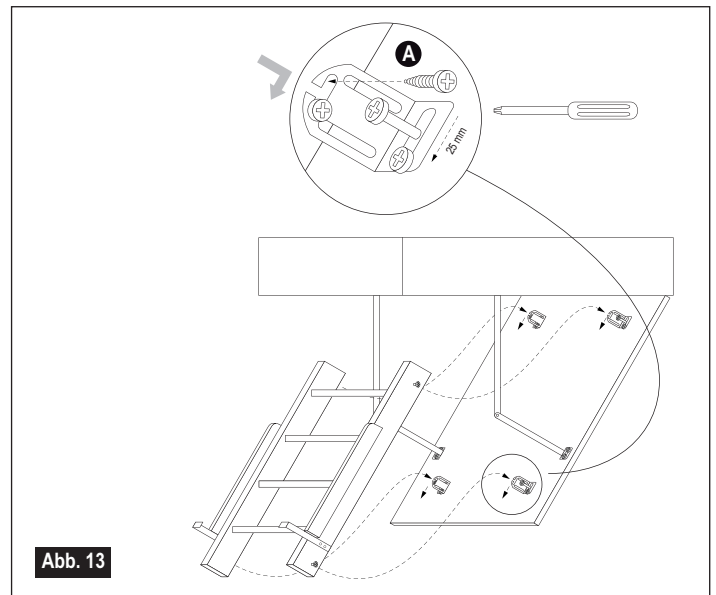
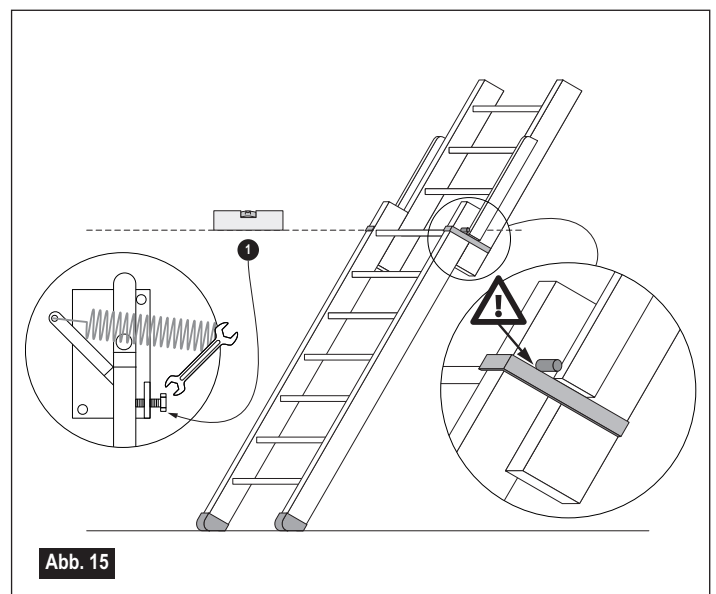

Abb. 13
Abb. 15
- Öffnen Sie jetzt die Luke und montieren Sie das obere Treppenteil mit den Bolzen in den Winkelstützen. Achten Sie darauf, dass alle vier Bolzen exakt in die T-Profile der Winkelstützen passen und sich nicht verkanten (Abb.13). Drehen Sie die Bolzen so, dass die Einschlagmuttern leicht in das Holz ziehen.
- Richten Sie den Lukendeckel mit den Stellschrauben in den Hebelarmen so aus, dass die Stufen des oberen Teils der Treppe waagrecht stehen (Abb.15, Schritt 1). Die Stellschrauben müssen die Hebelarme immer unterstützen. Dadurch wird der Lukendeckel abgefangen und ein Durchbiegen verhindert.
- Lassen Sie den unteren Treppenteil bis auf die Führungsbügel absinken (Abb. 15).
- Das untere Treppenteil wird mehr aufrecht stehen und liegt nicht in einer Linie mit dem oberen Treppenteil. Senken Sie dann den oberen Treppenteil in den Winkeln mit den Langlöchern um maximal 25 mm ab (Abb.13). Lösen Sie die Schrauben nicht mehr als 360° entgegen dem Uhrzeigersinn! Reicht das nicht aus? Dann gibt es eine EXTRA Verstellbarkeit Drehen Sie die Stellschrauben (Abb. 15) im Uhrzeigersinn, bis die Leiter auf dem Boden steht und die Holme in einer Linie stehen (Abb. 18).
- es ist nicht notwendig, die Treppe zu kürzen. Stattdessen können Sie die Stellschrauben in den Hebelarmen ausdrehen bis die Holme in einer Linie liegen (siehe Abb. 15).
- Sichern Sie die Treppe mit den mitgelieferten Schrauben (4x20) in die Treppenholme (siehe Abb.13, Pos.A).